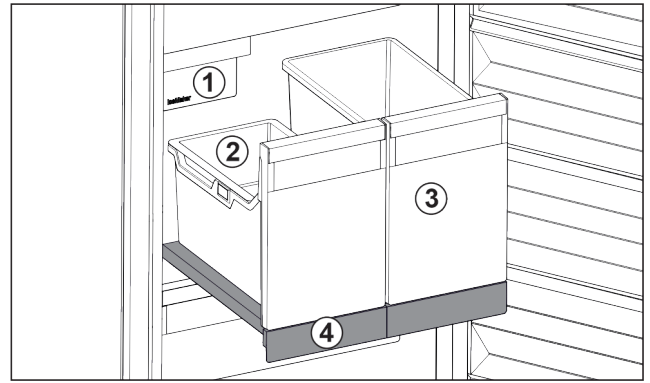

Fig. 88 Uttreksplate med IceTower
- (1) IceMaker
- (2) Isbitbrett
- (3) Beholdere for f.eks. pizza, alkoholholdige drikkevarer
- (4) Uttreksplate
Det er to høye beholdere (IceTower) på uttreksplaten. I beholderen Fig. 88 (2) blir isbiter fra IceMaker samlet og lagret. Beholderen Fig. 88 (3) er egnet for lagring av høye matvarer som f.eks. pizzaer eller alkoholholdige drikkevarer.